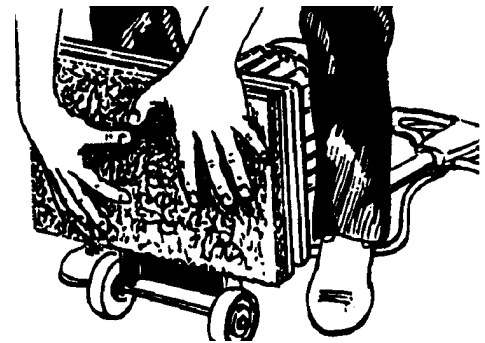

Figura 3
- D. Presione la almohadilla contra el frente de agarre hasta que los ganchos se fijen en la almohadilla (Consulte la Figura 3).